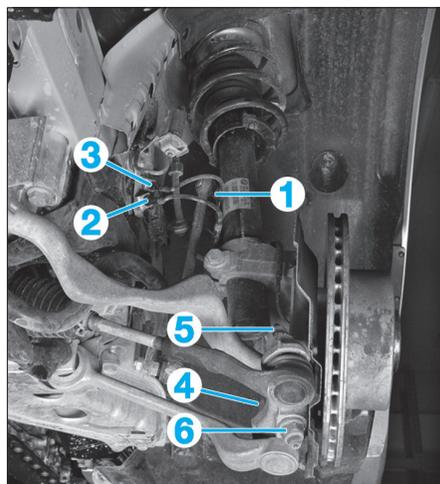
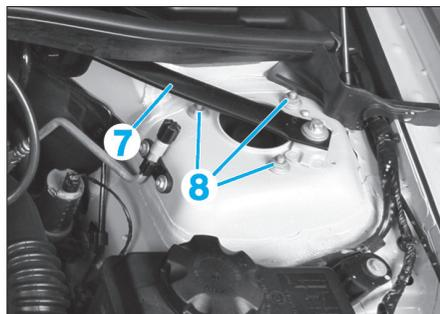

Fig. 7
Fig. 9
- l'écrou (1) puis désaccoupler la biellette de barre stabilisatrice de la jambe de suspension (Fig.7)
- le connecteur (2) du capteur d'ABS et débrider le câble de la jambe de suspension.
- le connecteur (3) du capteur d'usure de plaquette (coté gauche uniquement) et débrider le câble de la jambe de suspension.
- l'écrou (4) puis désaccoupler le bras transversal du pivot (Fig.7).
- l'écrou (5) puis désaccoupler la biellette de direction du pivot.
- l'écrou (6) puis désaccoupler puis désaccoupler la barre de traction sur le pivot.
- Déposer la barre de renfort (7) (Fig.9).